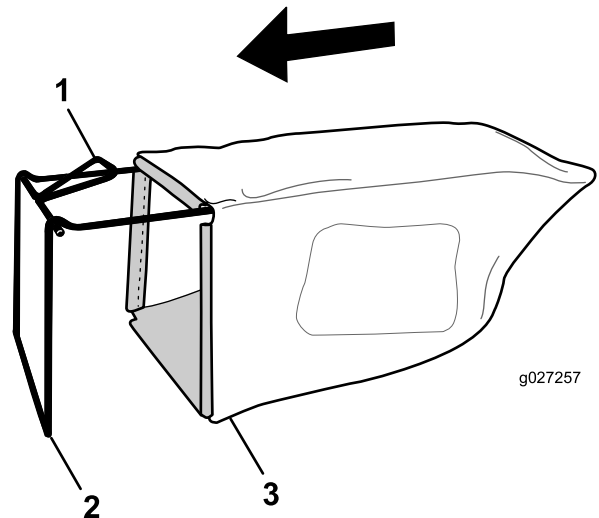

Figure 9
1. Glissez le bac sur l'armature, comme montré à la Figure 9.
**Remarque:** Ne passez pas le bac par dessus la poignée (Figure 9).